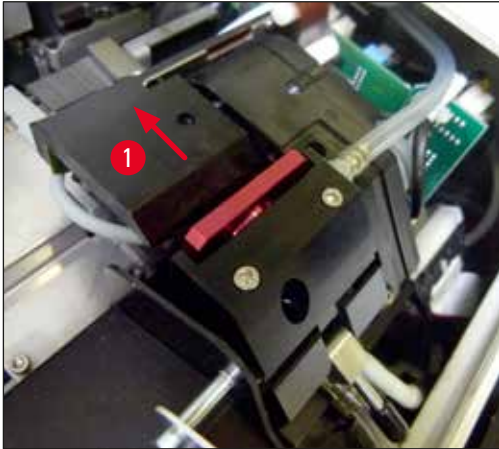

Fig. 54
2. Skrivarhuvudet (→ "Fig. 54-1") förflyttas uppåt och stannar cirka 1 cm från tätningsläppen (→ "Fig. 54").